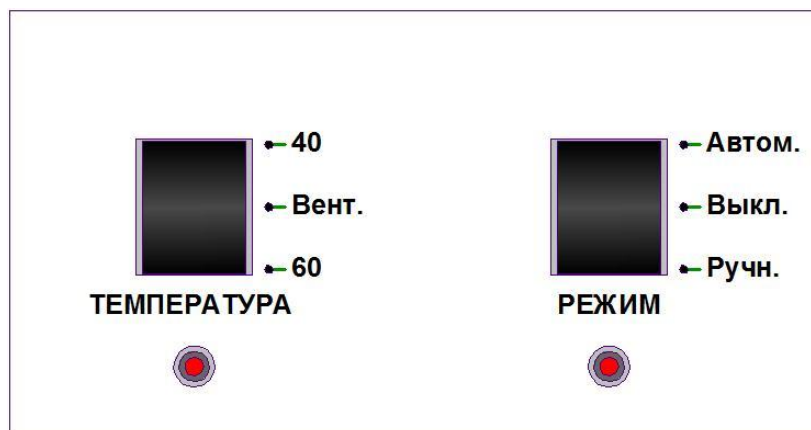

Рис. 22 Панель управления.
5.1. На рис.22 представлена панель управления шкафом с переключателями режимов работы и световыми индикаторами.